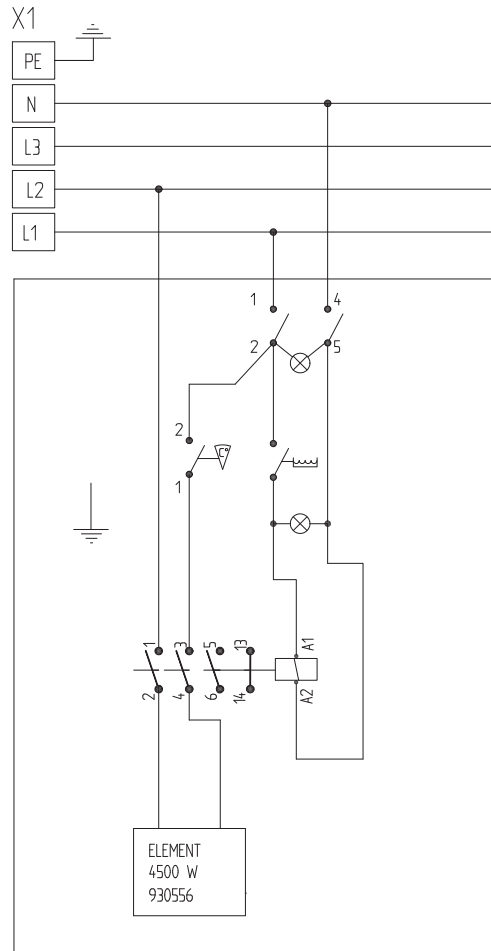

Figur 1.
1. Stäng avtappningskranen (position 3; figur 1)
2. Placera nivåroret (5) i avloppshålet.
3. Fyll på med vatten, den gröna lampan (2) tänds.
5. Vrid termostatvredet (1) till fullt pådrag dvs. maximalt medsols. Den gröna signallampan (2) tänds.
7. När varorna är färdigkokta kan avtappningskranen (9) öppnas, varvid vattennivån sjunker till nivå för varmhållning. Vrid termostatvredet (1) till läge 1-3.